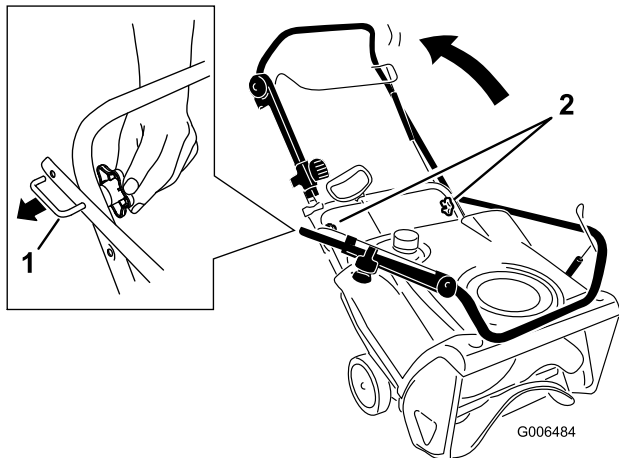

Рисунок 4
1. Ослабьте затяжку головок рукоятки, вытяните фиксаторы “П”-образной рукоятки так, чтобы вы могли свободно двигать рукояткой, и поверните рукоятку в рабочее положение (Рисунок 4).